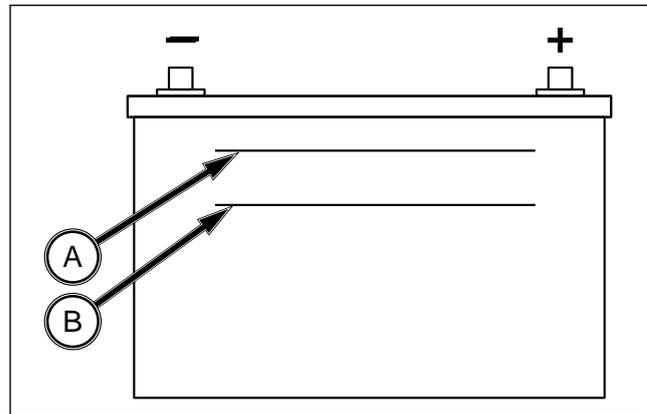

FIG. 112
FIG. 112: Debe revisarse el electrolito de la batería. Asegúrese de que el nivel del electrolito se sitúa entre a marca superior (A) y la marca inferior (B). Si el nivel está por debajo de la marca inferior, añada agua destilada.